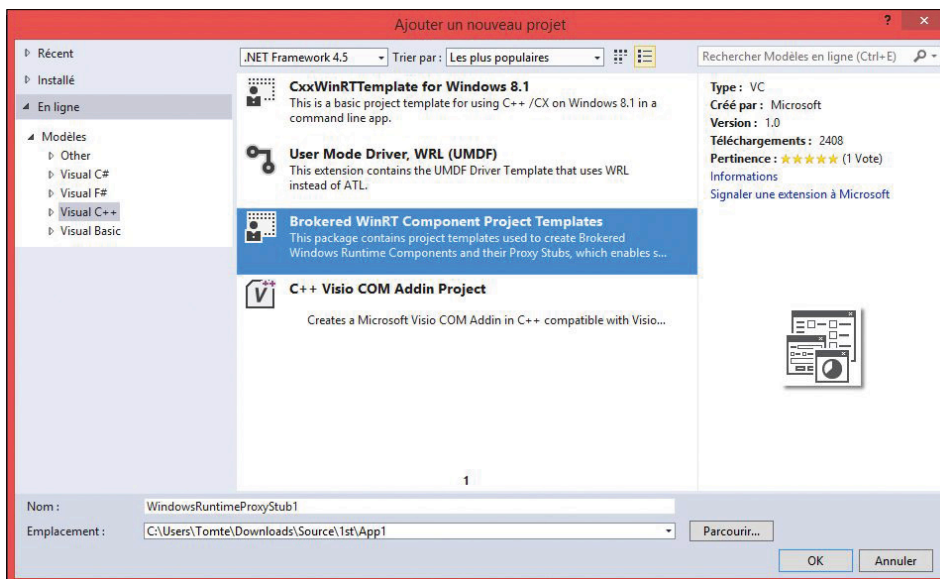

Figure 2. Ajout d'un projet (modèle : *Brokered Windows Runtime Component*).
2. Ajoutez ensuite deux autres projets via l'explorateur de solutions sur la base du modèle « *Brokered WinRT Component Project Templates* ». Si ce modèle n'est pas encore disponible sur l'ordinateur de développement, il faut recourir à la recherche en ligne pour le trouver (**fig. 2**). Deux projets sont ajoutés : un projet C#, que nous appelons « *SerialPortSampleAppBrokered* ». Ce projet permettra la communication grâce à la classe *SerialPort*. Les interfaces nécessaires à l'appli sont créées ici. Le projet ne peut toutefois pas être directement intégré à l'appli. Le compilateur ne le permet pas. Il faut donc passer par un proxy pour obtenir l'accès désiré. Le proxy est enregistré en tant que troisième